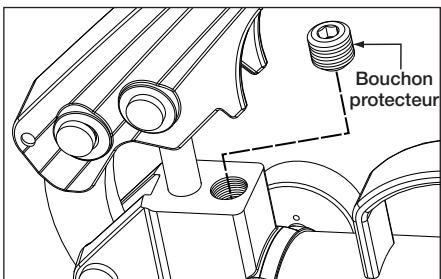

Figure 12, Soupape de retour (P-18 et P-39)
- Modèle P-84 uniquement :** Installer un manomètre de 0-1000 bars [0-15 000 psi] sur l'orifice A de la pompe. Installer un bouchon de canalisation dans l'orifice B de la pompe. Déplacer le levier de la vanne de commande en position (A).
- Sur les modèles P-18 et P-39, la soupape de retour est située sur la face supérieure de la tête de la pompe. Voir Figure 12.